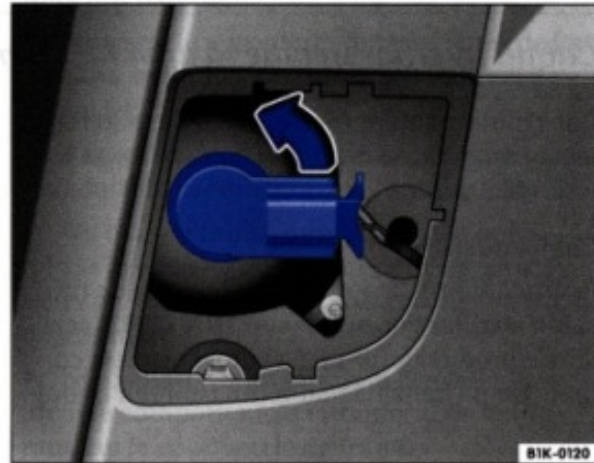

Fig. 40 Scoaterea suportului becului
- Rotiți suportul becului în sensul indicat ⇒ fig. 40 și scoateți suportul cu becul.